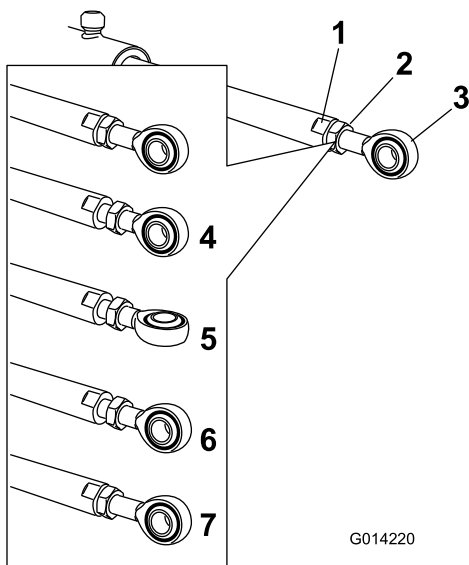

Рисунок 64
5. Удерживайте шток привода в неподвижном положении с помощью ключа, накинутаго на плоские грани штока привода, затем ослабьте контргайку, чтобы можно было регулировать шток с проушиной (Рисунок 64).
6. Поверните шток с проушиной в штоке привода, чтобы сократить или удлинить привод для установки в требуемое положение (Рисунок 64).